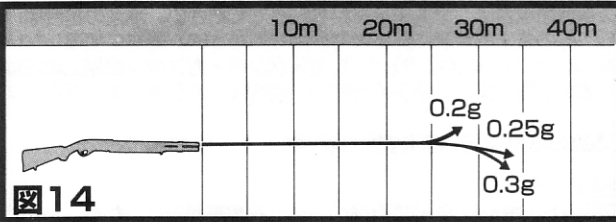

図14
0.25g推奨)をお使いいただき、シェルに3~5発の給弾を行ってください。設定上1発給弾ですとホップアップがかかり過ぎる場合があります。重量の違いにより弾道は**図14**のグラフのように変化しますが、実物ショットガン同様広がりします。レンジアップシステムは基本的にメンテナンスフリーです。特にシステムの構造上、バレル内への注油はお止めください。
→図14参照
5. レンジアップ(ホップアップ)のかかりがおかしい。→ 図14参照
→ **回操作方法の6.レンジアップ(ホップアップ)についての△注意** と **△警告** にあるような理由で、全製品が **図14** のグラフ通りのかかり方ではありません。ご了承ください。また急にレンジアップがかからなくなった場合、ポイントラバーにオイルが付いた、もしくはポイントラバーの脱落ということが考えられます。30回前後撃ってオイル分を飛ばしてください。それでもかかりが全く戻らない場合は脱落ですので、修理依頼をしてください。→ **回マルゼン製品の修理について** を参照